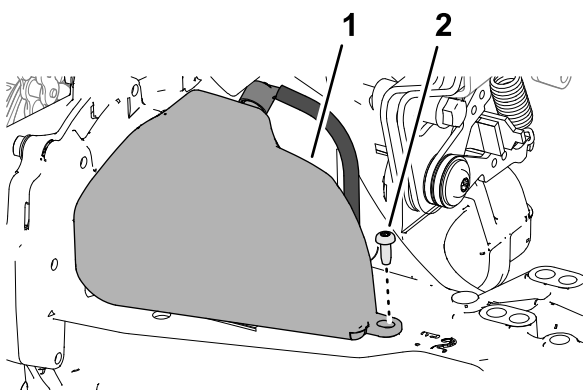

Figure 58
2. Retirez et conservez la vis (n° 10 x ½ po), et desserrez la fixation à cliquet qui maintient le vase d'expansion sur le carter (Figure 58).